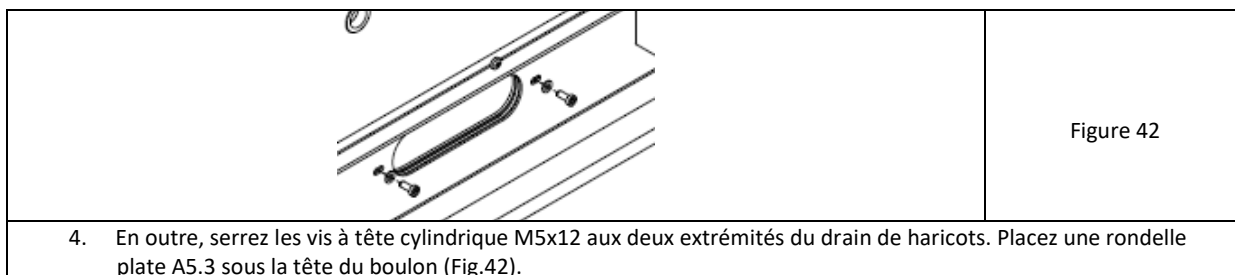

Figure 42
4. En outre, serrez les vis à tête cylindrique M5x12 aux deux extrémités du drain de haricots. Placez une rondelle plate A5.3 sous la tête du boulon (Fig.42).